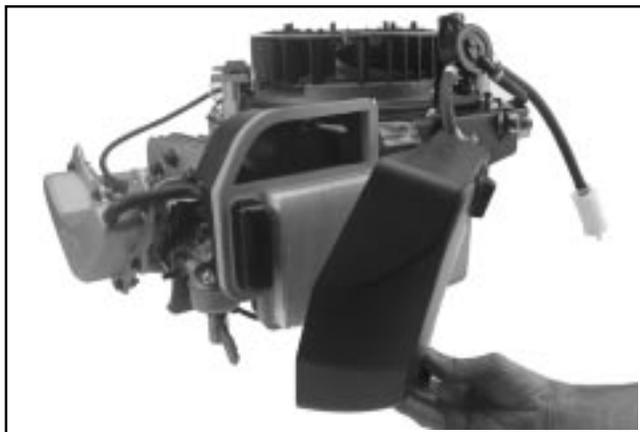

Figure 8-7. Dépose du couvercle du filtre à air.
1. Desserrer les deux boutons et retirer le couvercle du filtre à air. Voir la Figure 8-7.